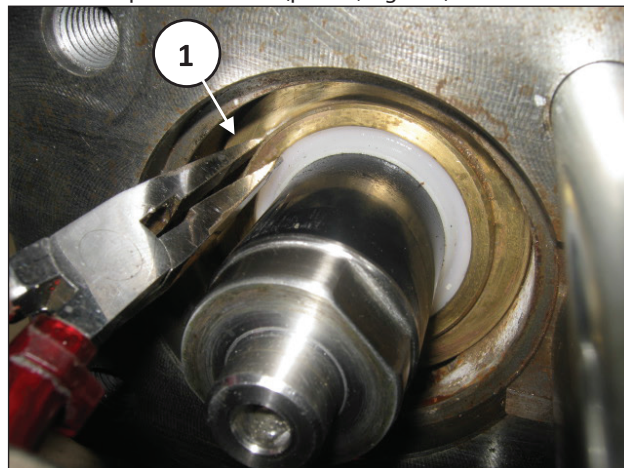

Fig. 123
Extraer el soporte del retén (pos. ①, Fig. 123).